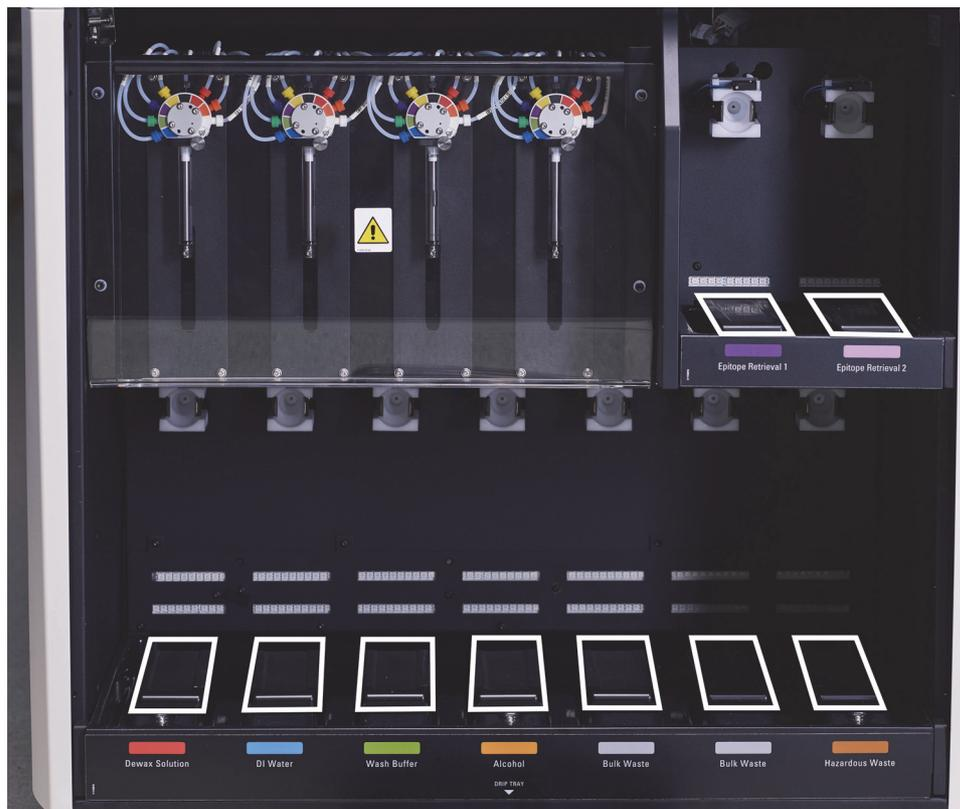

Figura 137: Vassoi raccoglitori dei contenitori in bulk del BOND-III:
3. Rimuovere i pannelli di copertura nera che proteggono i sensori del peso di ciascun contenitore in bulk (vedere Figura 137) e passare su ciascun pannello un panno o una garza inumiditi con una soluzione alcolica al 70%.